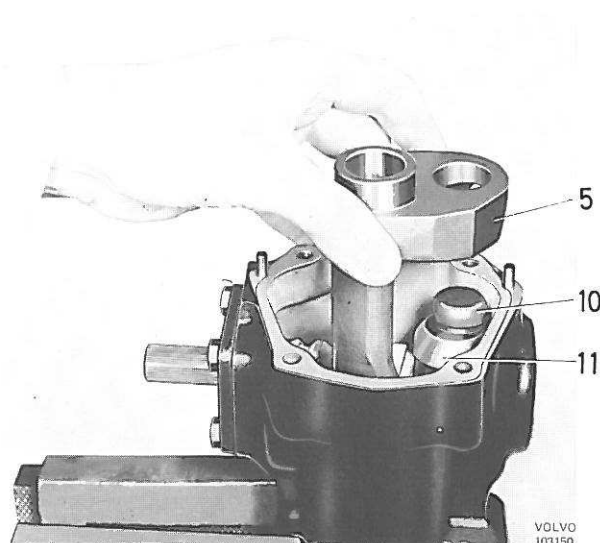

Figure 59. Démontage de l'axe porte-secteur
3. Tourner l'écrou à recirculation de billes (21) jusque dans la position terminale. Enlever l'axe porte-secteur (figure 59) et le guide d'écrou (10).